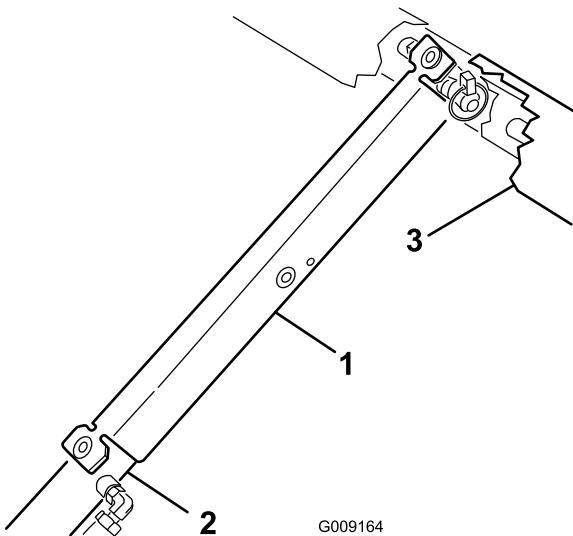

Figura 12
9. Spingete il supporto del pianale sull'asta del cilindro, assicurandovi che le alette alle estremità del supporto poggiino sull'estremità della canna del cilindro e sull'estremità dell'asta del cilindro (Figura 12).